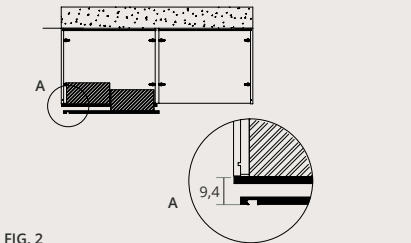

FIG. 2
- Espacio ocupado puertas en profundidad Box Corredero Coplanario igual a 9,4 cm (Fig. 2)
- Габариты раздвижных компланарных створок бокса по глубине равны 9,4 см (Рис. 2)
- 共面滑动门柜子深度中的门板尺寸等于9,4 cm (图2)
- 使用专用的铰链打开挡块, 可以使柜子靠近墙壁。(图2)